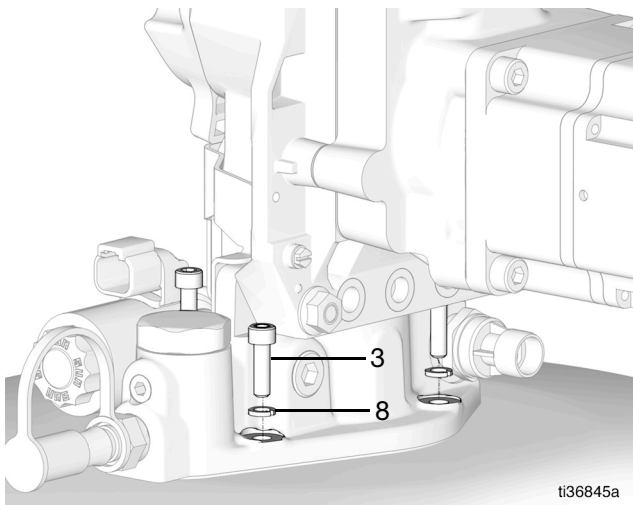

图 9
9. 将四个垫圈 (8)、四个螺丝 (3) 与泵、垫片和桶盖对齐 (图 9)。用扳手拧紧。